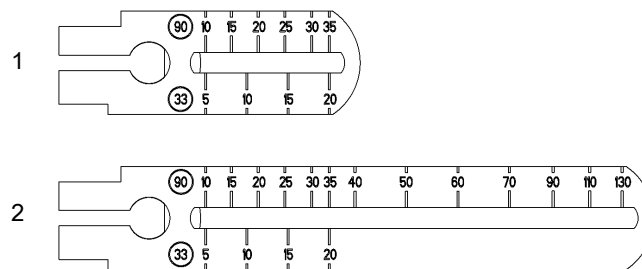
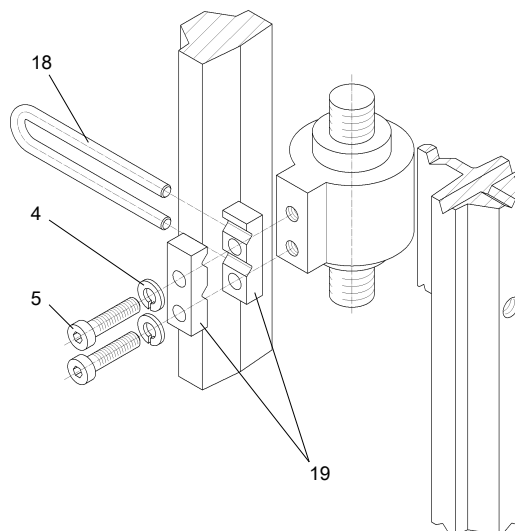
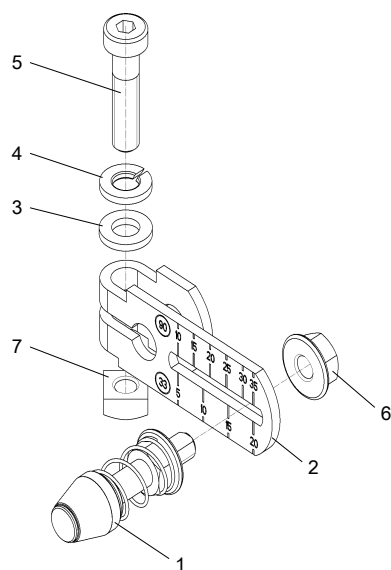

Abb. 9: Hebel NAMUR 3 mm bis 35 mm (1), Hebel NAMUR > 35 mm bis 130 mm (2)
Abb. 10: Montage Hubabgriff an Antriebsspindel
Abb. 11: Hebel montiert
1. Abb. 9: Klemmstücke (19) mit Zylinderschrauben (5) und Federringen (4) an der Antriebsspindel montieren.
2. Abgriffbügel (18) in die Ausfräsungen der Klemmstücke (19) schieben. Benötigte Länge einstellen und Schrauben (5) so festziehen, dass der Abgriffbügel noch verschiebbar ist.
3. Abb. 10: Am vormontierten Hebel (2) den Stift (1) auf den am Antrieb angegebene Wert des Hubbereiches oder, wenn dieser nicht als Skalierungswert vorhanden ist, den nächst größeren Skalierungswert einstellen. Bei Unsicherheit bezüglich des tatsächlichen Antriebshubes (pneumatische Stellantriebe verfügen häufig über eine Stellwegreserve) sollte grundsätzlich der nächst größere Skalierungswert gewählt werden. Die Stiftmitte muss auf dem Skalierungsstrich auf dem Hebel (2) stehen.
4. Hebel (2) bis zum Anschlag auf Stellungsreglerachse schieben und mit Zylinderschraube (5) fixieren. Hierbei das max. Anzugsmoment von 8/6 [Nm/lbf ft] nicht überschreiten.
5. Abb. 11: Anbauwinkel (17) mit zwei Sechskantschrauben (21), Federringen (9) und U-Scheiben (22) auf der Rückseite des Stellungsreglers montieren. Die Wahl der Lochreihe hängt von der Laternenbreite des Antriebes ab. Dabei soll die Rolle möglichst nahe an der Spindel in den Abgriffbügel (18) eingreifen, darf aber nicht die Klemmstücke (19) berühren.